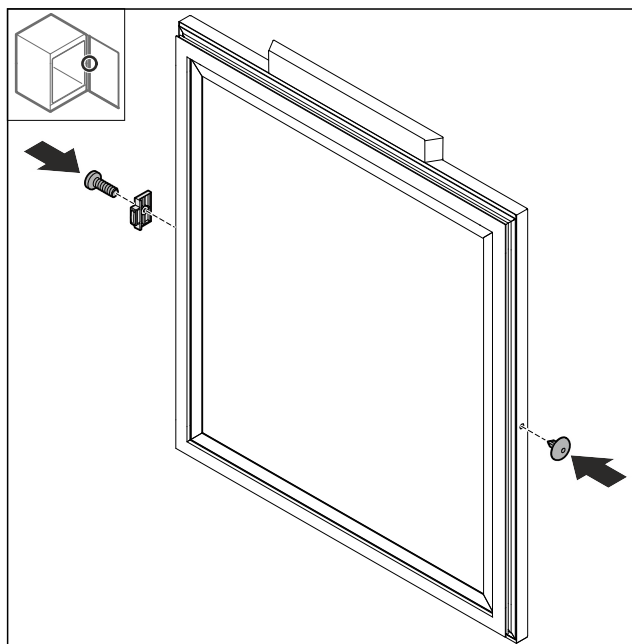

Fig. 74
- Türstopper Fig. 74 (1) um 180° gedreht auf der Gegenseite montieren.
- Abdeckung Fig. 74 (2) auf der Gegenseite einsetzen.